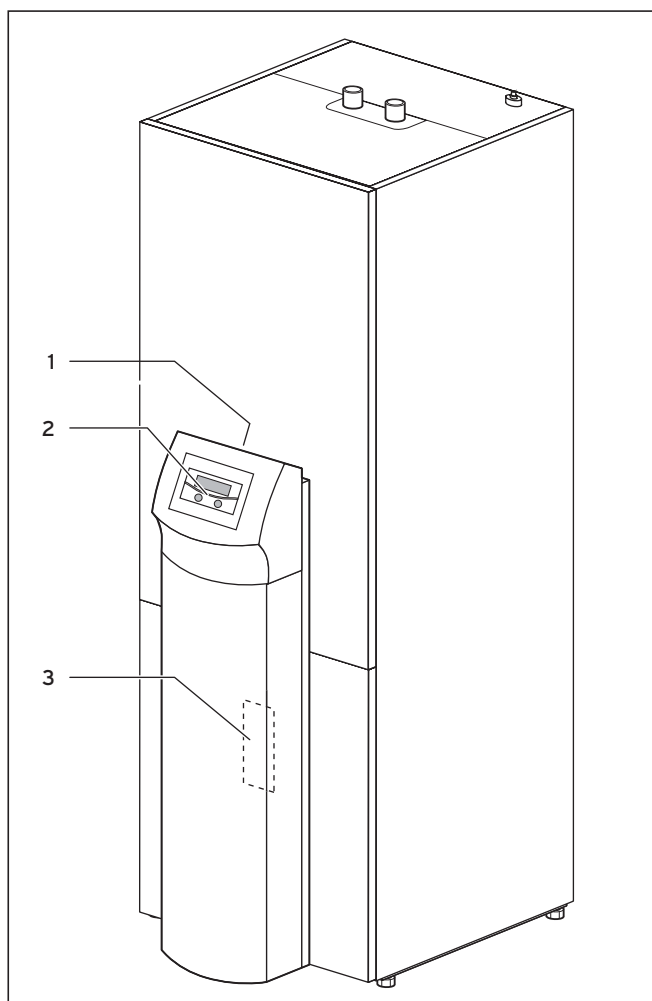

Fig. 2.5 Vue avant VWS
La désignation de la pompe à chaleur se trouve sur l'autocollant (cf. fig. 2.5, pos. 1) du châssis gris de la colonne.
Légende de la fig. 2.5